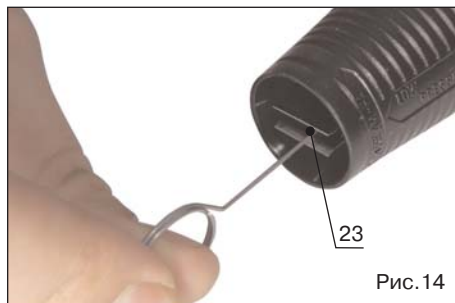

Рис. 14
- 3 Почистите сопло прилагающимся для этого инструментом. Отсоедините распылительную насадку от пистолета, уберите всю грязь из отверстия сопла (поз.23, рис. 14) и сполосните его.